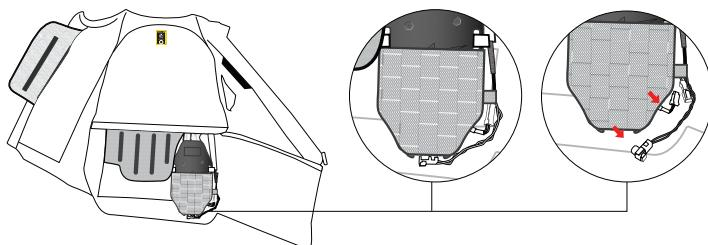

図12
2. インフレータハウジング(4)にアクセスし、インフレータをバッテリーとスクイプコネクタに繋げていたケーブルを外します（図12）。